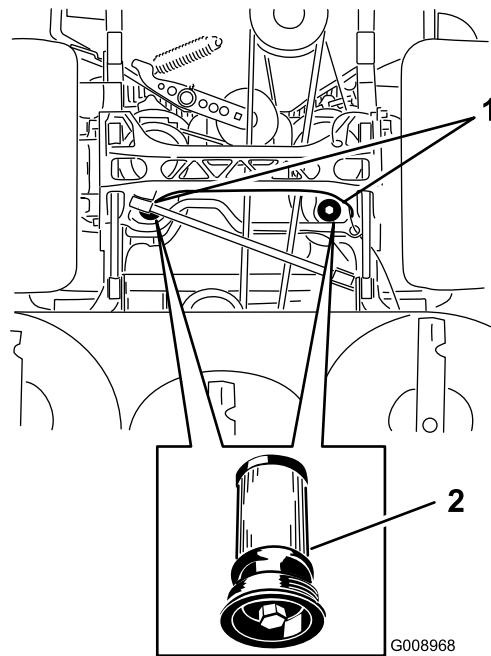

Bild 83
5. Stellen Sie eine Auffangwanne unter den Filter, bauen Sie den alten Filter aus und wischen Sie die Dichtungsfläche des Filterstutzens sauber (Bild 83).
6. Ölen Sie die Gummidichtung am Ersatzfilter leicht mit Hydrauliköl ein (Bild 83).